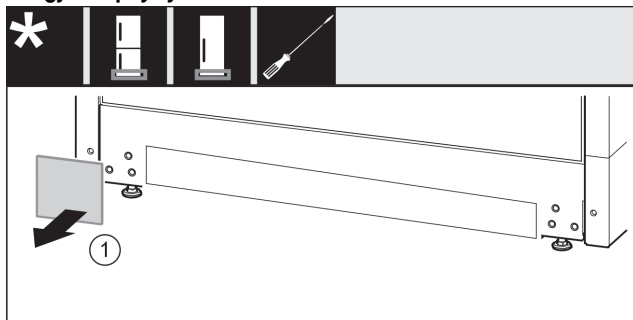

Fig. 23
- Hiqni kapakun mbulues Fig. 23 (1).